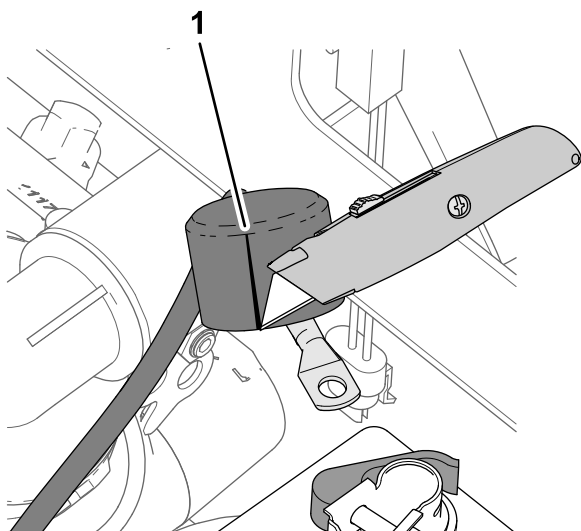

Figura 210
1. Tagliate la copertura isolante del cavo positivo della batteria fino allo starter, come illustrato nella Figura 210.